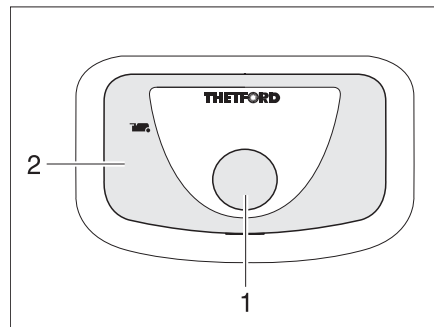

Bild 299 Spülknopf/Kontroll-Leuchte Thetford-Toilette
- Zum Spülen den blauen Spülknopf (Bild 299,1) drücken.
Die Kontroll-Leuchte (Bild 299,2) leuchtet, wenn die Thetford-Kassette entleert werden muss.
- Den Schieberhebel (Bild 299,1) im Uhrzeigersinn schieben. Der Schieber wird geschlossen. Zum Entleeren **muss** in der Thetford-Toilette der Schieber geschlossen sein.